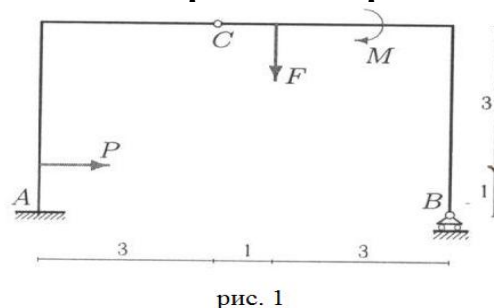

рис. 1
**Задача 1.** В точке  $A$  рама заделана в неподвижное основание, а в точке  $B$  опирается на подвижный шарнир. Части рамы соединены шарниром  $C$  (рис. 1). К раме приложены горизонтальная сила  $P = 1$  кН, вертикальная сила  $F = 8$  кН и момент  $M = 4$  кНм. Размеры даны в метрах. Найти реакции опор.